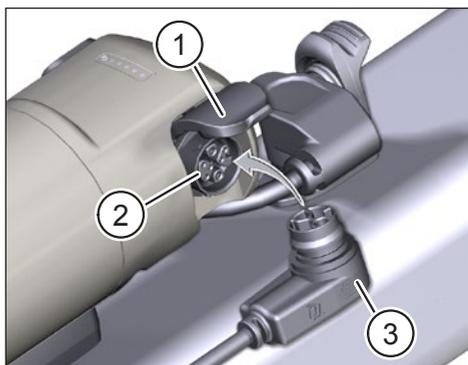

Fig. 3: Cargar Range Extender
- ▶ Abra la tapa (Pos. 1 en Fig. 3) del puerto de carga de la Range Extender.
- ▶ Compruebe que los contactos del puerto de carga (Pos. 2 en Fig. 3) estén libres de suciedad y límpielos si es necesario.
- ▶ Inserte el enchufe de carga (Pos. 3 en Fig. 3) de la Charger en el puerto de carga de la Range Extender.